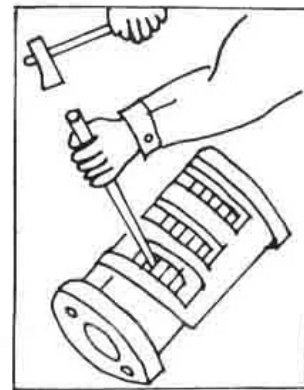

Fig. 4
B) Firkantstave: læg maskinkroppen horisontal, brug en hammer og mejsel til at løsne en type A stav, så vil de andre være lette at udtage (se Fig. 4).
(3) Smøring: